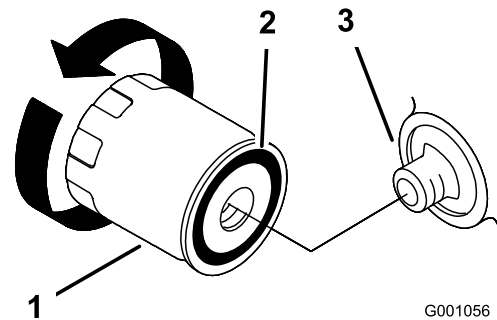

Figura 42
- Retire el filtro usado y limpie con un paño la superficie de la junta del adaptador del filtro (Figura 42).
- Aplique una capa fina de aceite nuevo a la junta de goma del filtro nuevo (Figura 42).
- Instale el filtro de repuesto en el adaptador de filtro; gire el filtro en el sentido de las agujas del reloj hasta que la junta de goma entre en contacto con el adaptador del filtro, luego apriete el filtro de 2/3 a 1 vuelta más (Figura 42).